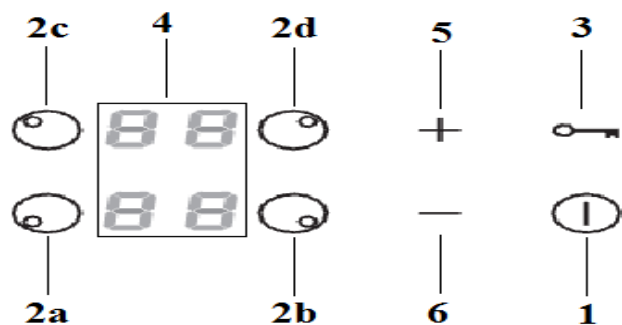

Рис. 6
1. Чтобы включить варочную поверхность, необходимо нажать клавишу (1) (рис. 6) [ON/OFF] на 1 секунду. Прозвучит короткий звуковой сигнал, и загорятся индикаторы около конфорок.